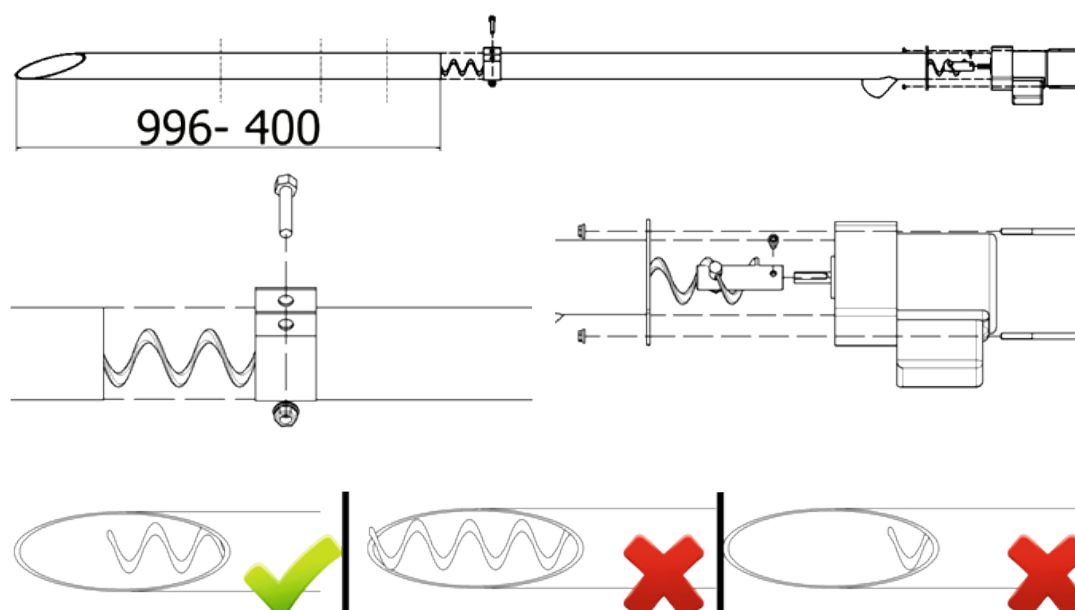

Рисунок 4. Схема установки винтового подающего устройства в штучере бункера
- Д) отмерить и отрегулировать длину подающего устройства пеллет, не забывая при этом, что угол между основанием и трубой подающего устройства не должен превышать 45° (см. рис. 4);